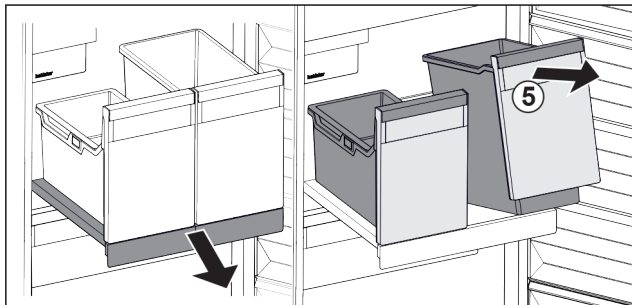

Fig. 99
- ▶ Posodo Fig. 99 (5) dvignite naprej.